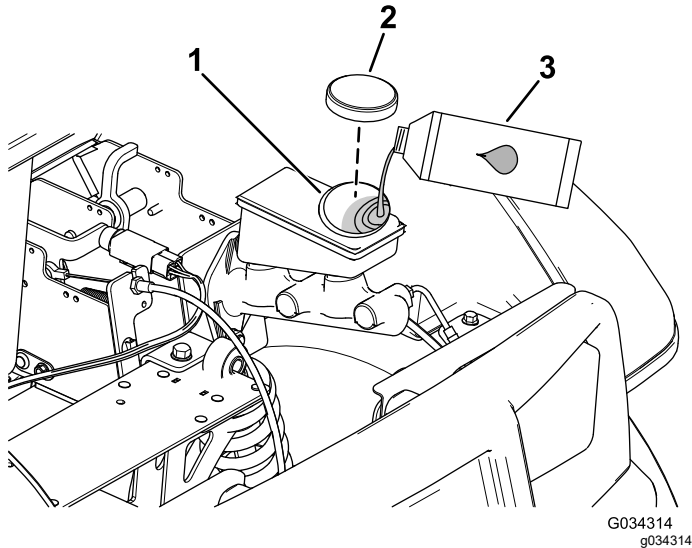

図 65
4. フードを持ち上げてブレーキのマスターシリンダとブレーキ液タンクにアクセスできるようにする 図 65。
A. ウェスでタンクのキャップの周囲をきれいに拭いてキャップ外す 図 65。
C. タンクにキャップを取り付ける 図 65。